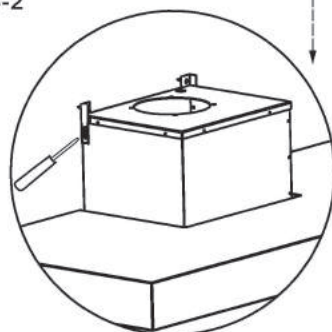

Fig.6-3
9. Accrochez les crochets situés sur les 2 côtés de la hotte sur les boulons d'ancrage. Vissez complètement les boulons. (Fig. 6-3)